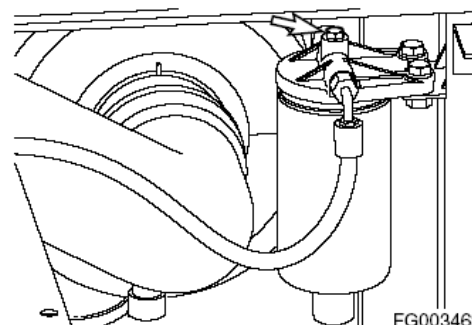

Рис. 67
1. Ослабить заглушку (рис. 67) на головке топливного фильтра предварительной очистки.